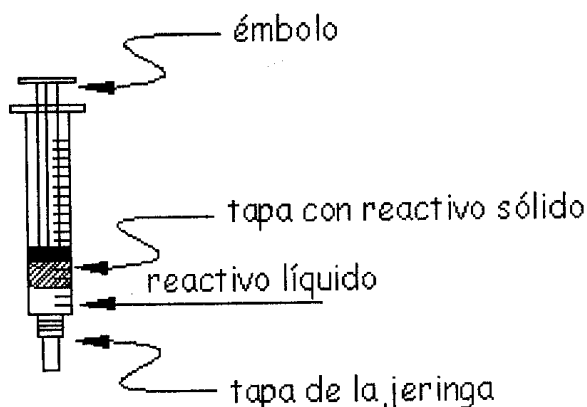

Figura 8.
9. Tapa la punta de la jeringa con su tapa. (Figura 8).